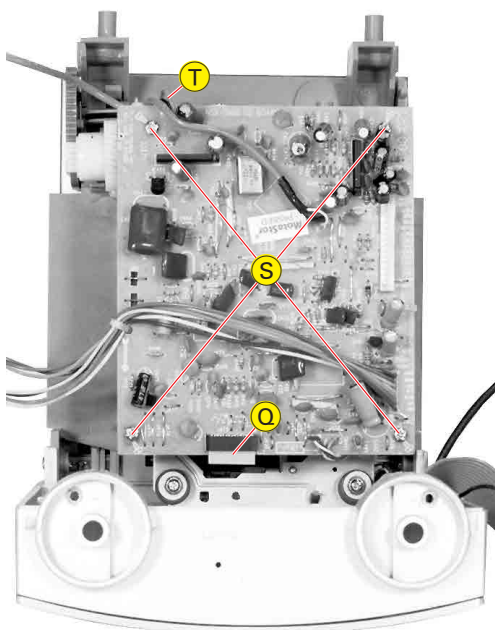

Fig. 9
- Flexprint (Q) (Fig. 9) abziehen.
- 4 Schrauben (S) (Fig. 9) herausdrehen und die CD-Leiterplatte herausnehmen. Bei Bedarf die Motoranschlüsse (T) (Fig. 9) ablöten.
- Unplug the flexprint (Q) (Fig. 9).
- Undo 4 screws (S) (Fig. 9) and take out the CD board. If necessary unsolder the motor connections (T) (Fig. 9).